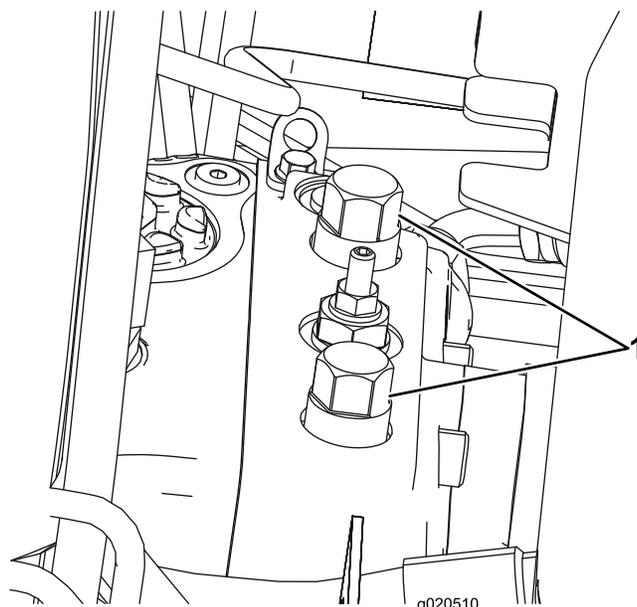

Figura 44
1. Aprite il cofano e individuate le valvole di bypass (Figura 44) sopra alla pompa, dietro alla cassetta della batteria/al vano portaoggetti.